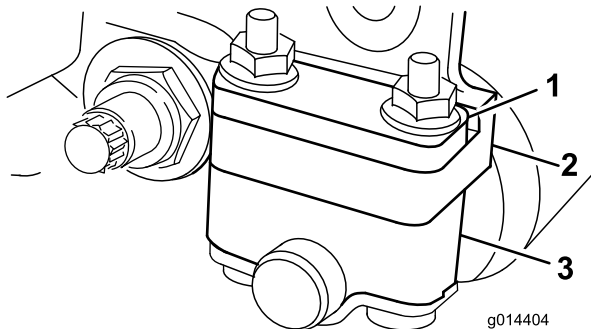
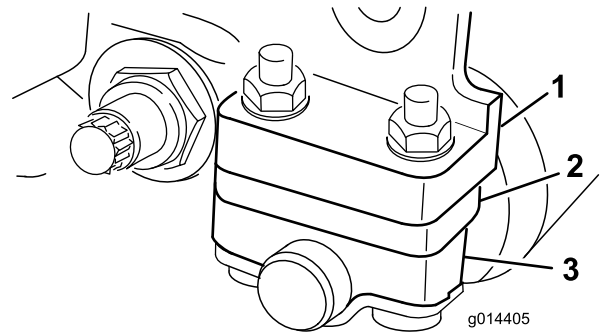

Bild 12
Bild 13
1. Stellen Sie die Heckrollenhalterungen Bild 12 oder Bild 13 auf die obere oder untere Position ein, abhängig von dem gewünschten Schnitthöhenbereich.
Legen Sie das Distanzstück über den Montageflansch der Seitenplatte (Werkseinstellung), wenn der Schnitthöhenbereich zwischen 1,6 mm und 6,0 mm liegen soll (Bild 12).
Positionieren Sie das Distanzstück unter den Montageflansch der Seitenplatte, wenn der Schnitthöhenbereich zwischen 3 mm und 25 mm liegt (Bild 13).